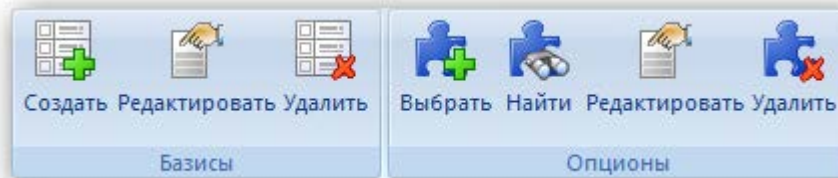
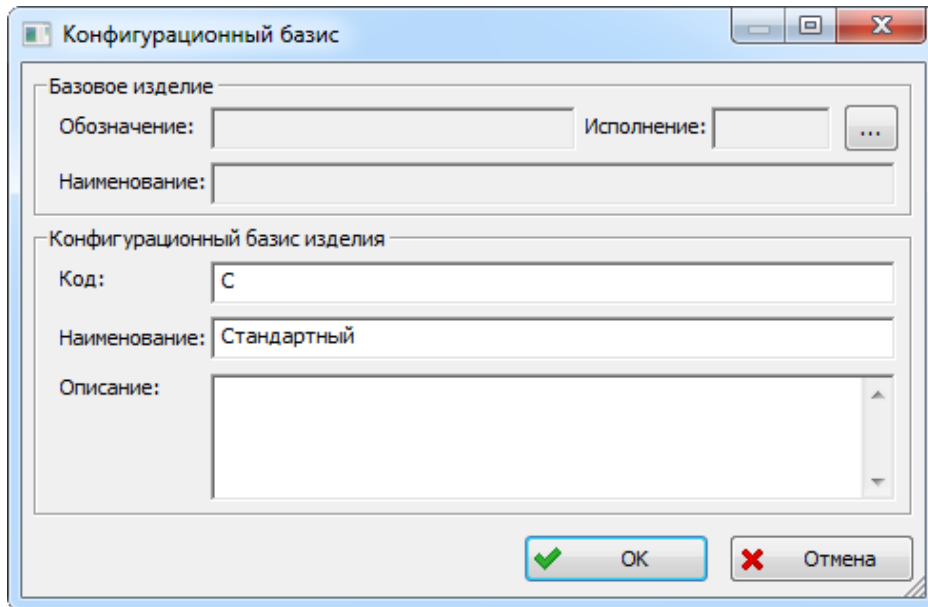

Рис. 10-165 – Вкладка «Редактирование»
Рис. 10-169 – Окно свойств конфигурационного базиса
2) В результате откроется окно «Конфигурационные базисы» (рис. 10-165).
- Левое окно предназначено для создания и редактирования конфигурационных базисов изделия (1 на рис. 10-165).
- Правое верхнее окно предназначено для создания и редактирования правил совместимости для текущего базиса (2 на рис. 10-165).
- Правое нижнее окно предназначено для вывода информации о выбранном правиле совместимости (3 на рис. 10-165).
Панель инструментов правого окна редактора (2 на рис. 10-165) предназначена для работы с правилами совместимости. Панель инструментов показана на рис. 10-169. Краткое описание инструментов приведено в таблице (табл. 10-4).